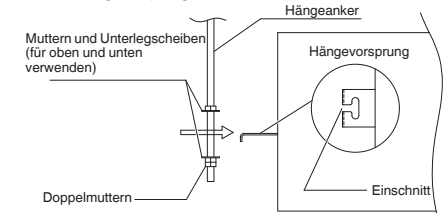

Abb. 3-61
- (3) Die drei Sechskantmutter und die beiden Unterlegscheiben (im Fachhandel erhältlich) auf jeden der vier Hängeanker schrauben, wie in Abbildung 3-61 und 3-62 gezeigt. Je eine Mutter und eine Unterlegscheibe für den oberen Teil, und zwei Muttern und eine Unterlegscheibe für den unteren Teil verwenden, damit die Einheit nicht von den Hängevorsprüngen abrutschen kann.